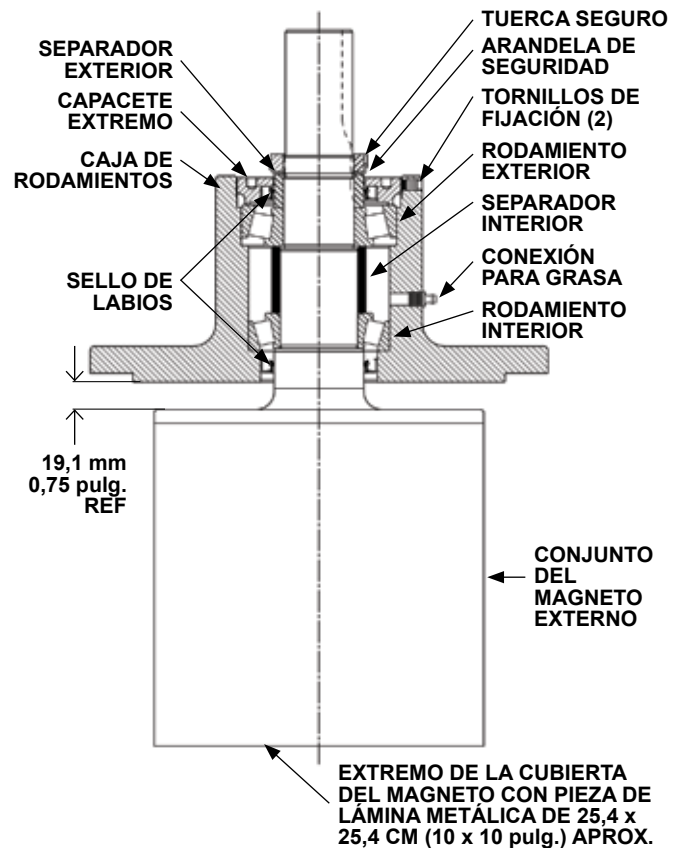

FIGURA 15
La caja de rodamientos cuenta con dos rodamientos de rodillo ahusado (TRB, por sus siglas en inglés) llenos de grasa, junto con un conjunto de magneto externo de una pieza con eje. La unidad se puede engrasar externamente usando las conexiones para grasa. Consulte la **Figura 15** si se requiere otro desensamble y continúe de la siguiente forma:
2. El capacete extremo exterior alberga el segundo sello de labios. Si el sello está en buenas condiciones, deslice el capacete extremo sobre el separador externo, luego rósquelo en la caja de rodamientos. Centre el separador interno de forma que el eje se deslice a través de los dos rodamientos. Rosque el capacete extremo hasta que haga contacto con el TRB externo. Apriete el capacete extremo con la mano hasta que esté apretado y fíjelo en su posición con los tornillos de fijación (2).
3. Inserte el eje del magneto externo a través de los rodamientos y los separadores. Cuando el eje esté en la posición correcta debe haber aproximadamente 19,1 mm (0,75 pulg.) entre el magneto y la caja. Consulte la **Figura 15**.